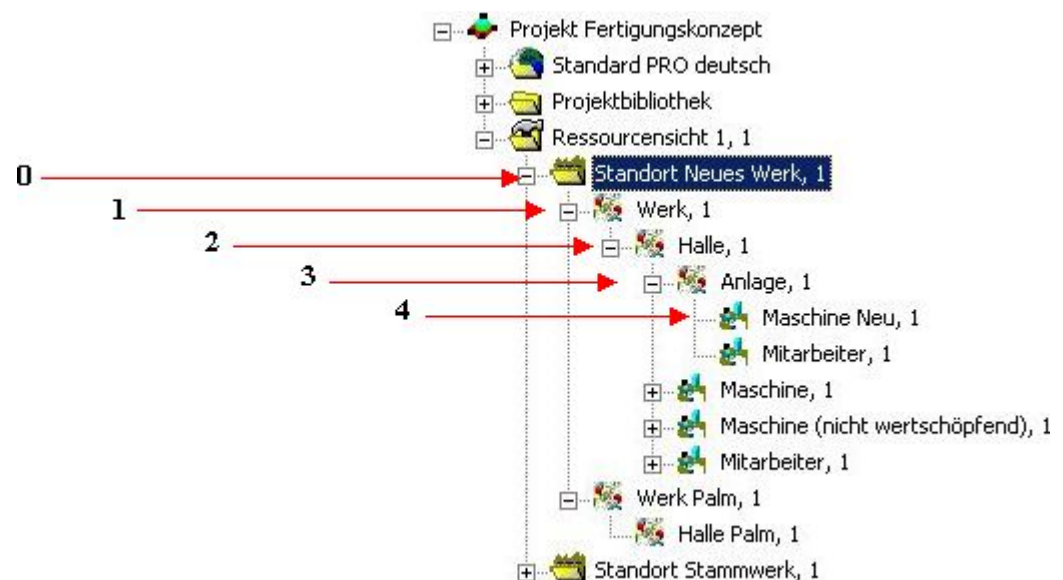

Abbildung 8: Beispiel – Fertigungskonzept für mehrere Ebenen erzeugen
- Geben Sie beispielsweise im Dialog (siehe auch: Abbildung 10) die **null** ein, so wird nur für diese Hierarchiestufe auch ein Fertigungskonzept erzeugt. Im Beispiel ist es (siehe auch: Abbildung 8) die Hierarchieebene *Standort Neues Werk*.